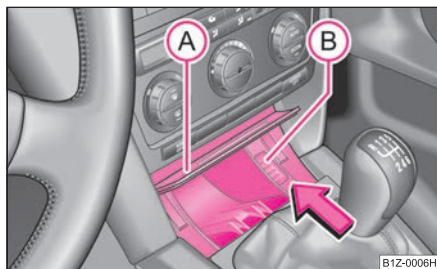

Fig. 94 Consola central:
- Presione la parte inferior de la tapa del cenicero, vea la posición (A) ⇒ fig. 94.